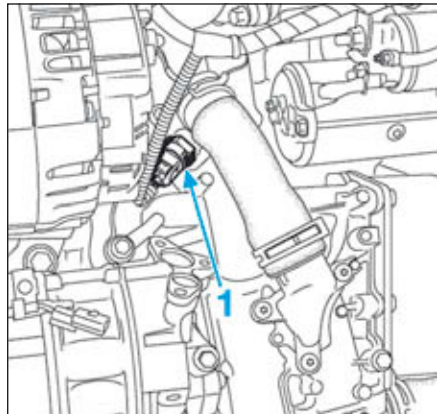

FIG.106
- Déposer le capteur de pression d'huile (1) (Fig.106) à l'aide d'une douille de 22 mm.